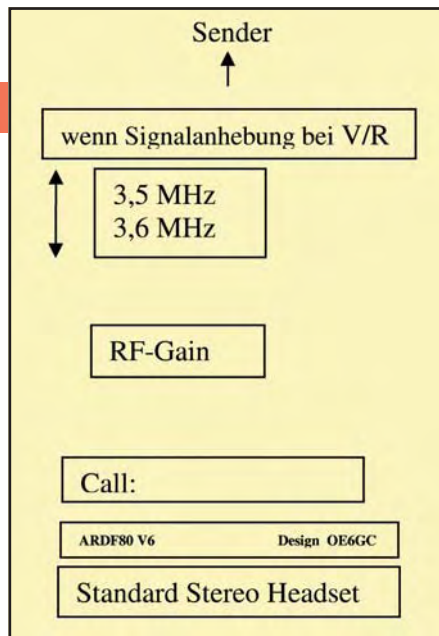
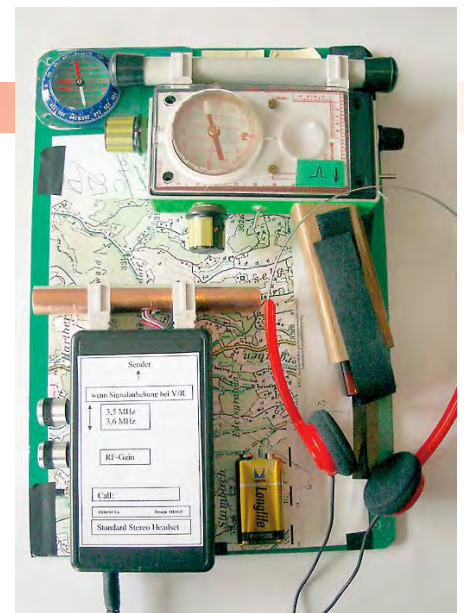

Bild 5: Gehäuseaufkleber
Bild 6: Der ARDF80 und darunter der ARDF80 V6 in voller Pracht.
5. Auf Selbstbau-Belichtungsrahmen aus kleinem Brett, welches mit dunklem Filz oder Schaumstoff belegt wird, Platine mit aufgeklebter Folie legen, darüber dünne Glasscheibe und das Ganze mit Gummibändern anpressen und vorerst lichtdicht verwahren (Bild 6).
▲ Bild 6: Ansicht der Testplatine.
Nach gelungener Inbetriebnahme und erfolgreichem Abgleich können alle Schraubgewinde mit einem kleinen Tropfen Loctite, Nagellack oder auch Superkleber gesichert werden. Mit Spiritus wird das Gerät gereinigt und anschließend der Gehäuseaufkleber (Bild 5) angebracht. Bild 6 zeigt das fertige Gerät.